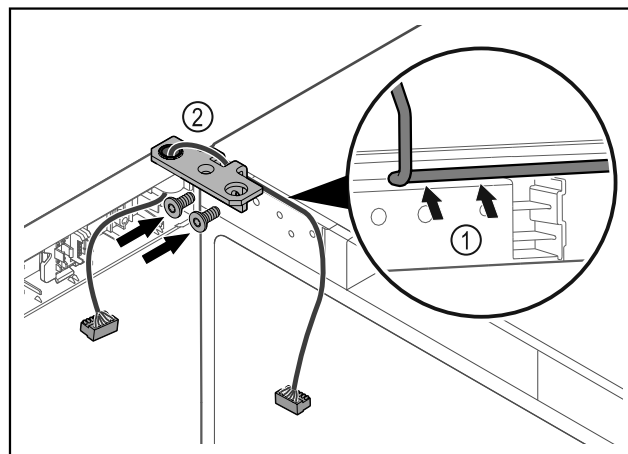

Fig. 52
- Faire passer le câble avec précaution par le trou de l'équerre de charnière Fig. 52 (1).
- Visser l'équerre de charnière Fig. 52 (2).